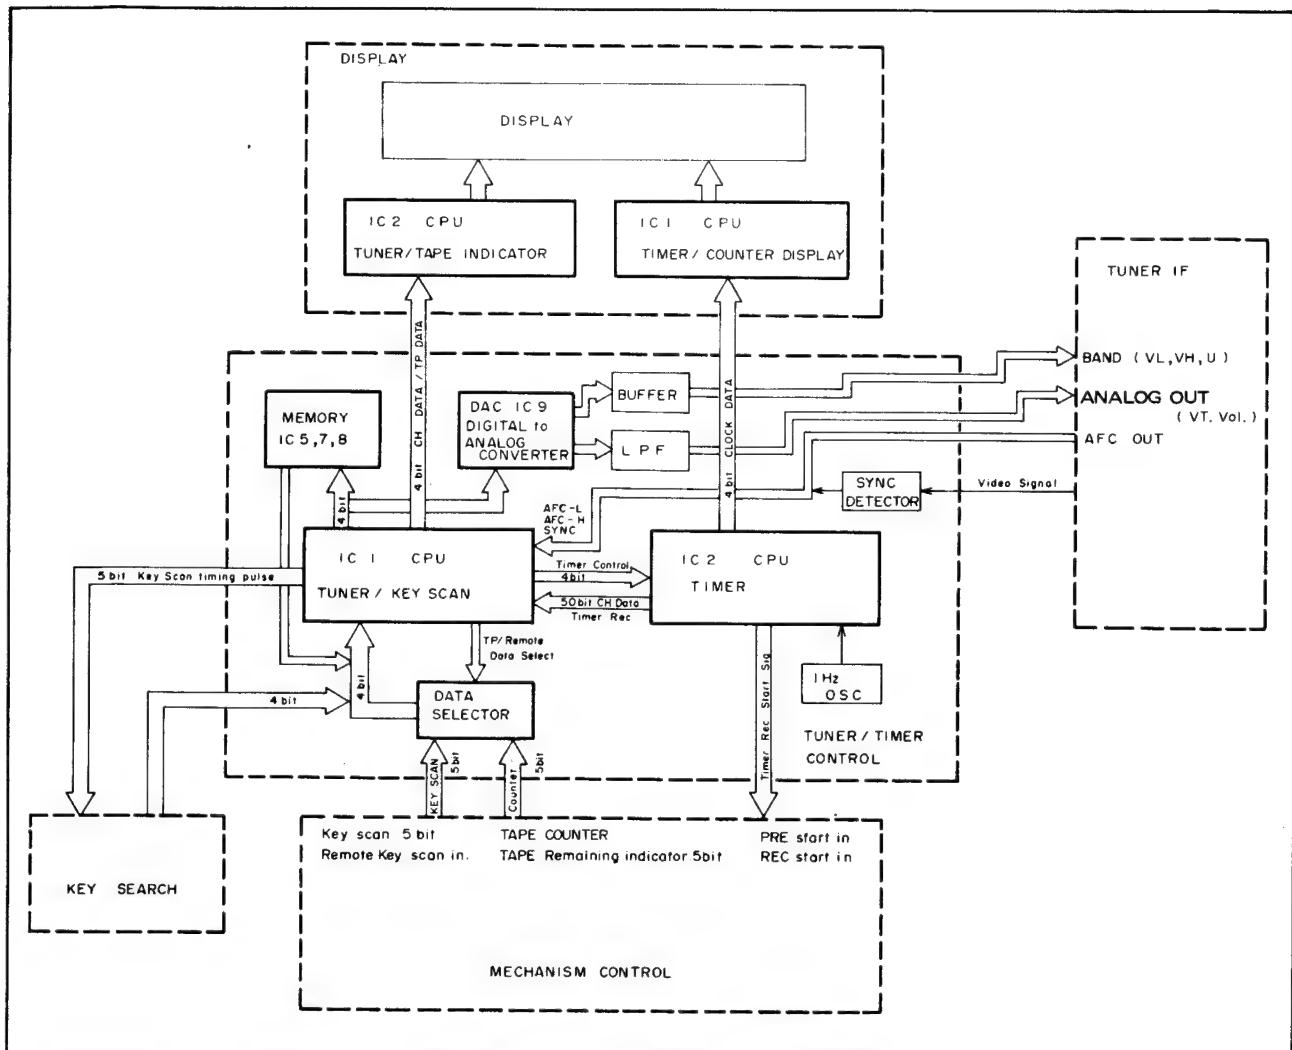

Fig. 2-71 Timer/Tuner-Blockschaltbild
2.9.2. Mikrocomputergesteuerte Kanalwahl (Fig. 2-71)